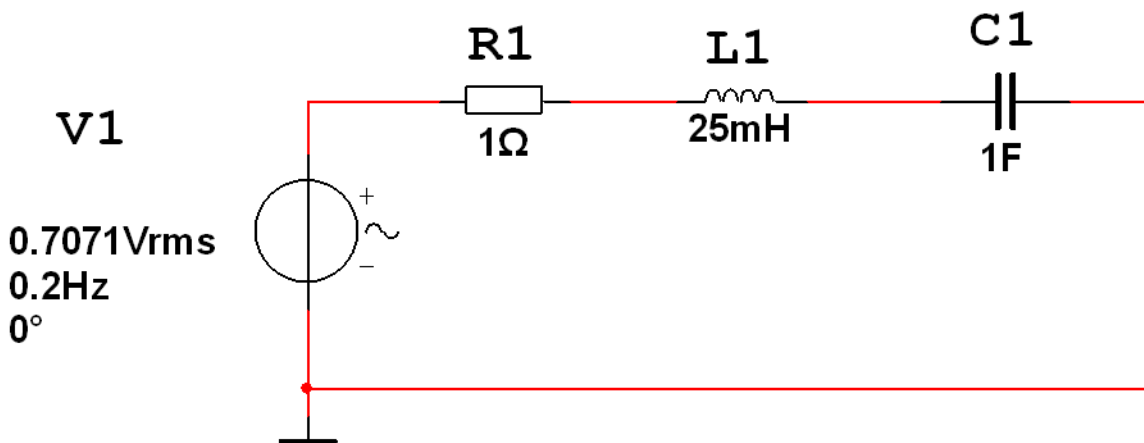

Рисунок 5 – Исследуемая схема
1. Создать проект Multisim и собрать схему (рис. 5).
4. Изменить номинальные значения элементов схемы (рис. 5) на соответствующие варианту.